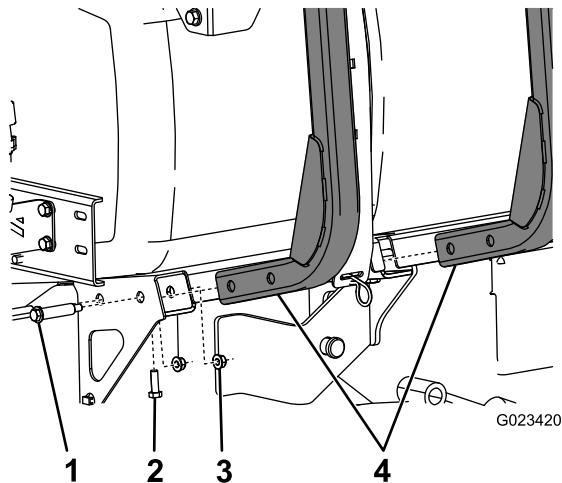

図 2
- ホースリール・フレームの裏側部分を機体に固定する；ボルト (5/16 インチ) 2本とジャムナット2個を使用する（図 2）。
- 機体の側部にホースリール・フレーム (2個)を取り付ける；ショルダーボルト4本と、フランジナット (5/16 インチ) 4個を使用して図 2 のように取り付ける。